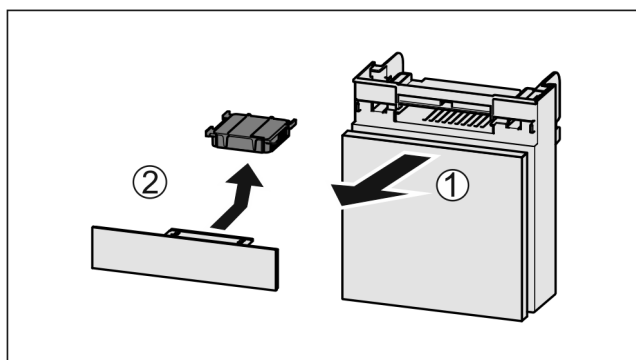

Fig. 185
- ▶ Vytiahnite zásuvku smerom dopredu Fig. 185 (1).
- ▶ Vyberte aktívny uhlíkový filter Fig. 185 (2).